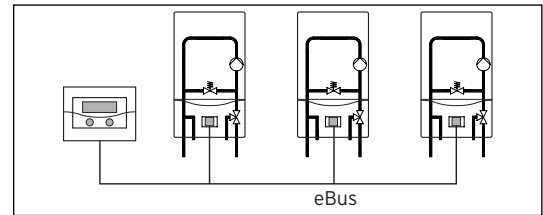

Rys. 3.1 Zatrzaśnięcie płytki obwodów elektronicznych
- Wsunąć płytkę (1) pod uchwyty mocujące (2), tak jak pokazano na rysunku 3.1.
- Ostrożnie wciskać płytę prowadzoną między kołkami centrującymi aż do zatrzaśnięcia w zaciskach (3), patrz rys. 3.1.